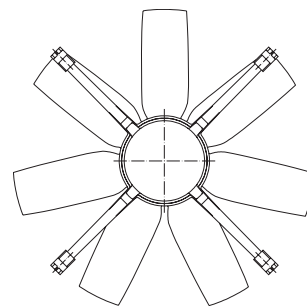

Abb. 3 Bauform T für Einbau in Abluftkamine
Abb./fig. 3
- Fig. 3** *Wykonanie T do wbudowania do kominów odlotowych*
- Ventilator Bauform **T (Abb. 3)**
- Wentylator wykonania **T (rys. 3)**